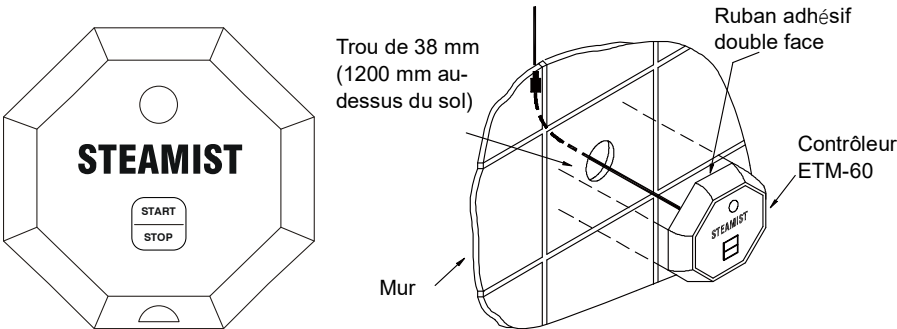

Figure 1: Panneau de commande
- 1. Le générateur de vapeur doit être solidement fixé au mur ou au sol, et installé le plus près possible de la baignoire ou de la salle de bain. Pour la fixation, installez l'appareil sur un mur vertical, dévissez les deux vis du couvercle, retirez le couvercle, puis fixez l'appareil à l'aide des trous en haut à droite et à gauche. Placez la signalisation à un endroit visible et le générateur dans un endroit accessible pour faciliter son entretien. Veuillez vous référer à la figure 1 pour la fixation.